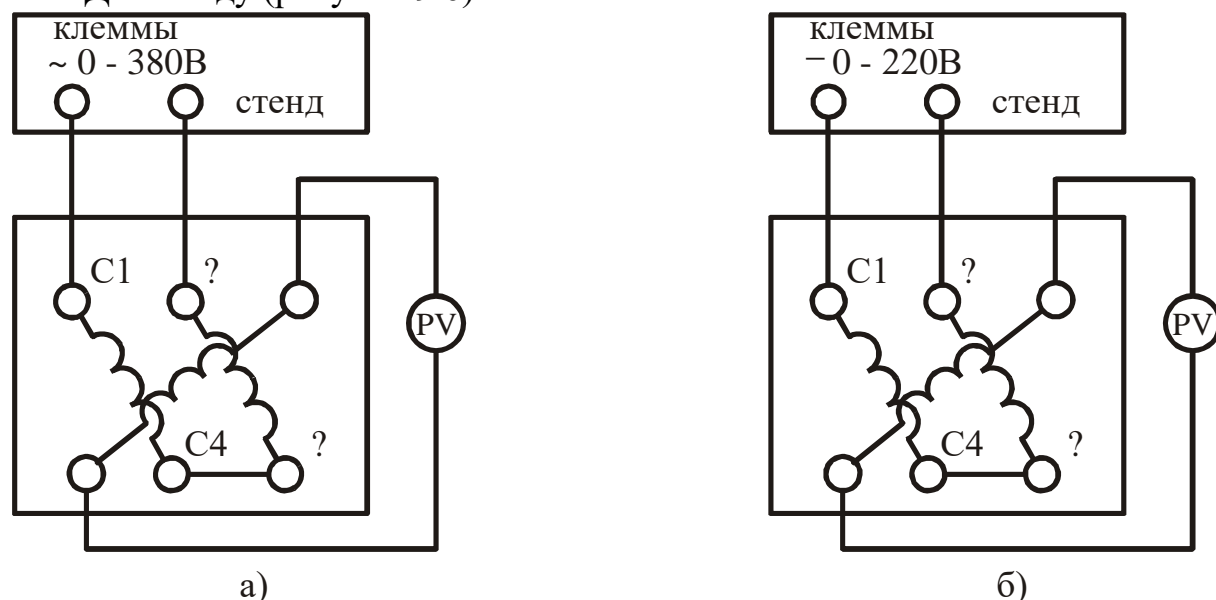

Рисунок 9.6 – Схема подключения обмоток АД к стенду
2. Выполнить проверку схемы соединения обмоток одним из методов, рассмотренных в разделе "Общие теоретические сведения", по выбору студента. При выполнении пункта руководствоваться схемами подключения обмоток АД к стенду (рисунок 9.6).